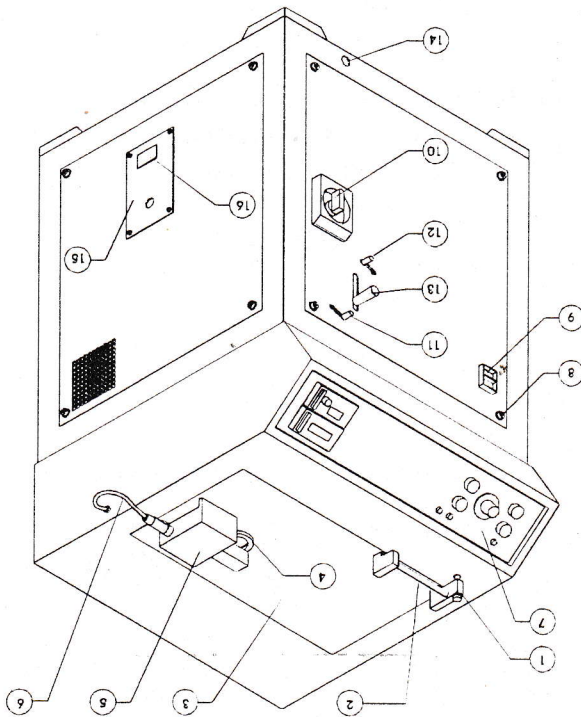

Fig 1
Rimuovere il pannello di protezione dei morsetti di alimentazione (15, fig. 1)
2. Aprire il coperchio della macchina (3, fig. 1).
Estrarre dalla busta che le contiene le manopole ed i due nottolini di sicurezza ed avvitarli nelle loro sedi (11 - 12 - 13, fig. 1)